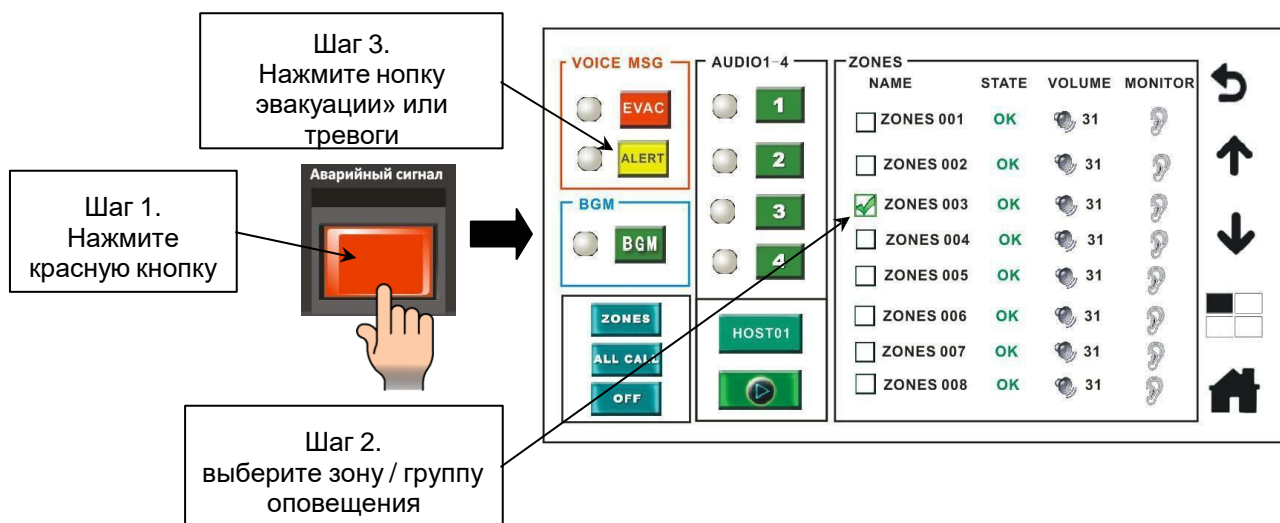

Рис. 4.41. Пример действий по запуску трансляции в аварийном режиме с контроллера из меню управления зонами
- Используйте контроллер LPA-EVA-MA для трансляции в аварийном режиме (см. Рис. 4.41).